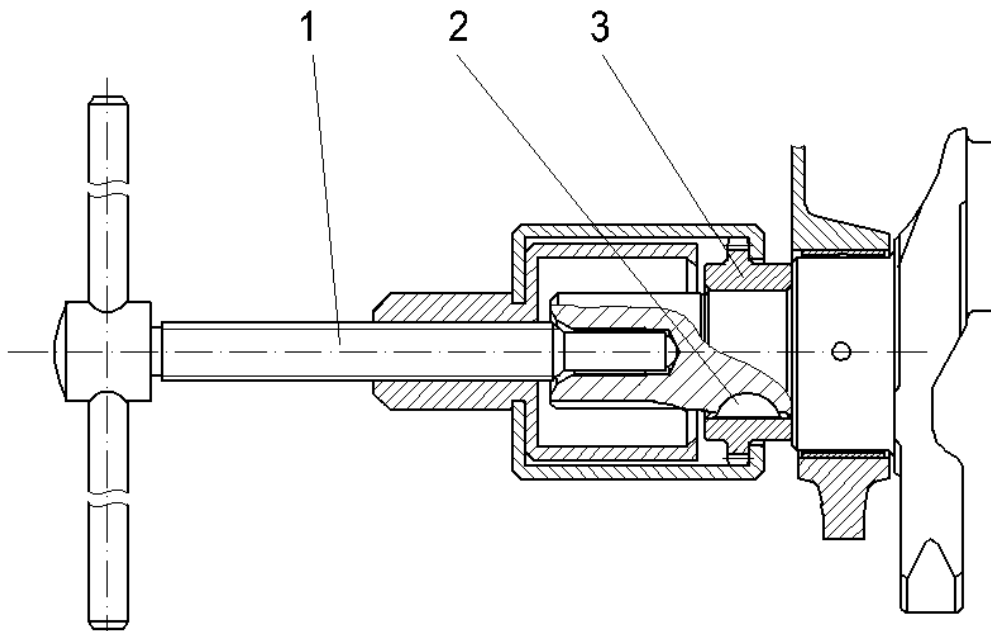

Abb. 69. Kurbelwellenrad ausbauen:
- Kettenrad 3 (Abb. 69) vom vorderen Ende der Kurbelwelle mit mit einem speziellen Abzieher 1 den Schlüssel 2 des Kettenrades entfernen;